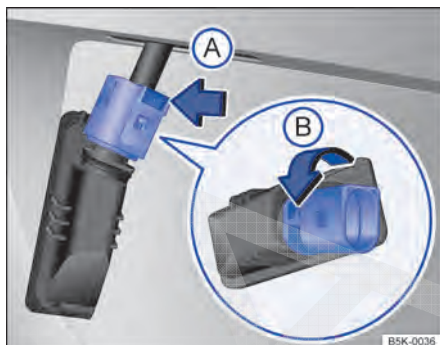

Fig. 175 Lanterna da placa licença: desinstalar o suporte da lâmpada.
4.	Pressionar a trava do conector no sentido da seta ⇒ Fig. 175 (A) e puxar o conector para fora.
5.	Girar o suporte da lâmpada no sentido da seta (B) e retirar com a lâmpada incandescente.
7.	Encaixar o suporte da lâmpada na lanterna da placa de licença e pressionar no sentido contrário ao da seta (B) até o batente.